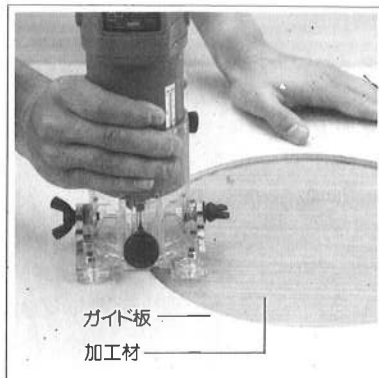

図18
- 型板を使用して同じ形状のものを繰り返し加工するときに使用。(図18参照)